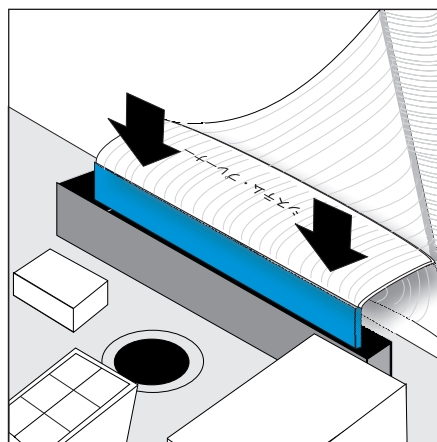

図 142. SAN ボリューム・コントローラー 2145-4F2 のシステム・ボードにサービス・コントローラー・カード・ケーブルを取り付ける方法
11. ケーブルを再び取り付けるには、ケーブルがまっすぐに装着されるように注意して、システム・ボードにリボン・ケーブルの一端（「システム・プレーナー (System Planar)」のマークが付いている）を慎重に取り付けます。551 ページの図 142 を参照してください。